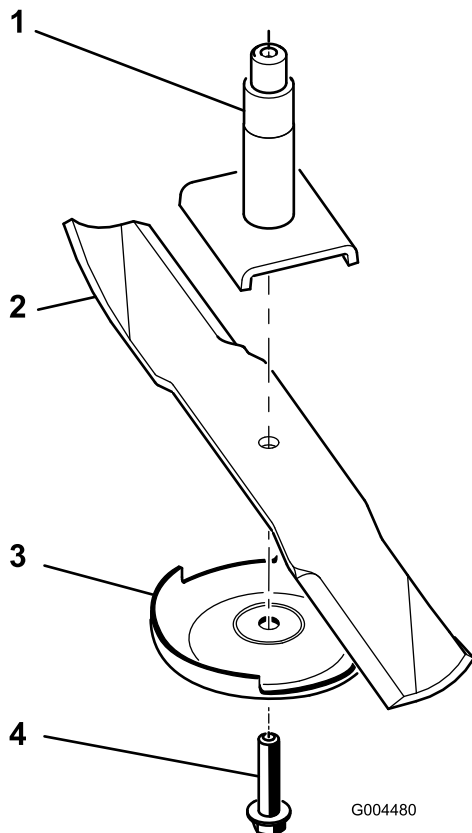

Figura 28
2. Retire del eje el perno de la cuchilla, el protector del césped y la cuchilla (Figura 28).
Nota: Si la cuchilla se mantiene horizontal, está equilibrada y puede utilizarse. Si la cuchilla no está equilibrada, rebaje algo el metal en la parte de la vela solamente (Figura 28). Repita este procedimiento hasta que la cuchilla esté equilibrada.
1. Instale la cuchilla en el eje (Figura 28).
2. Instale la placa protectora de césped y el perno de la cuchilla (Figura 28).